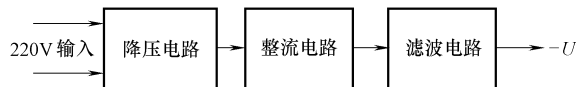

图 10-21 输出负极性直流工作电压的电源电路
2) 输出负极性直流工作电压的电源电路，如图 10-21 所示。这种电源电路不常见，电源电路输出端的直流工作电压最低，地线的直流电压为 0V，是整机电路中最高的直流电压。